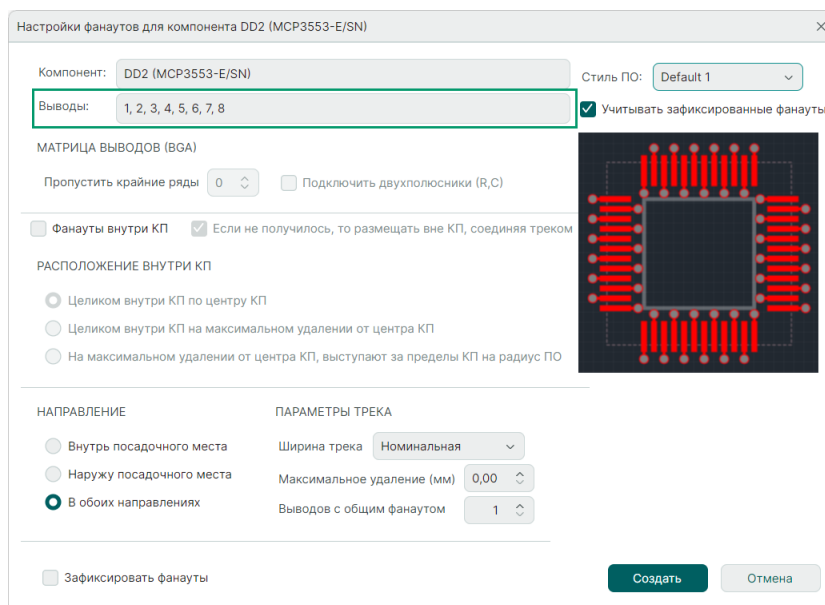

Рис. 302 Выбор выводов компонента для построения фанатов
- Выбор номеров выводов компонента, для которых необходимо построить фанаты, см. Рис. 302.